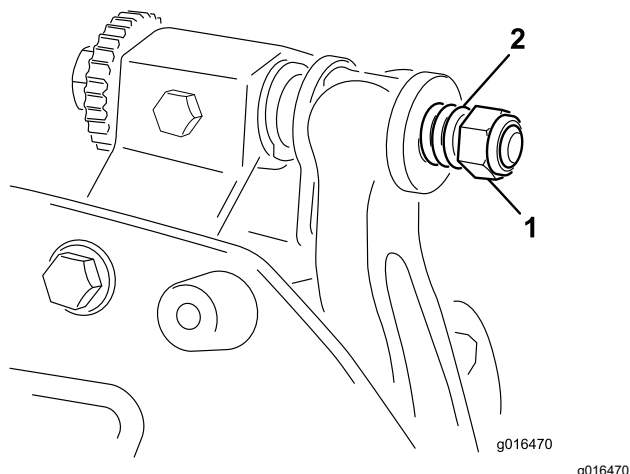

Figura 27
3. Collocate una rondella in nylon su ciascun lato della flangia di estremità della piastra laterale. Posizionate una rondella in acciaio all'esterno di ciascuna rondella in nylon (Figura 27).
- Serrate il dado di tensione della molla finché la molla non si schiaccia, quindi allentate di 1/2 giro (Figura 27).